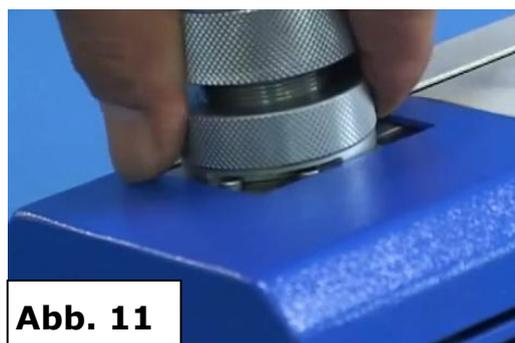

**Abb. 10**
- Gerät mit **EIN / AUS** – Schalter (1) einschalten
- Spannfutter in Schleifführung (6) vorsichtig einsetzen.
**ACHTUNG:** Spannfutter-Führungskante ganz in die Führungsnut einsetzen. (Abb. 10)